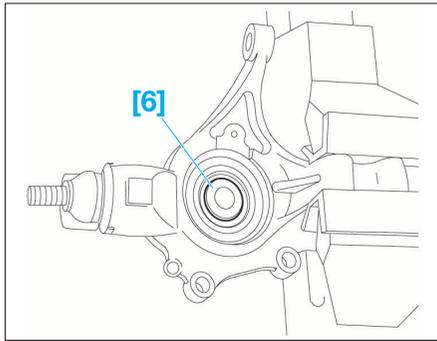

FIG. 18
- Engager la tôle (1) neuve sur le corps de la rotule.
- Poser l'outil [6] (grain d'appui ref. 9501-T.C2) (Fig.18).